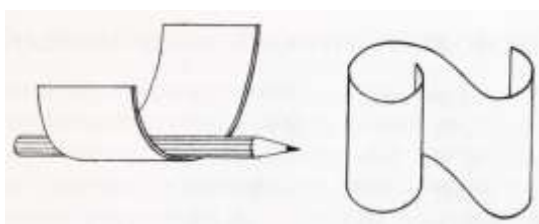

Рис. 1. Криволинейная поверхность
1. Чтобы склеить любую криволинейную поверхность, нужно пропустить бумагу через цилиндрический предмет (карандаш, спицу) (рис. 1).